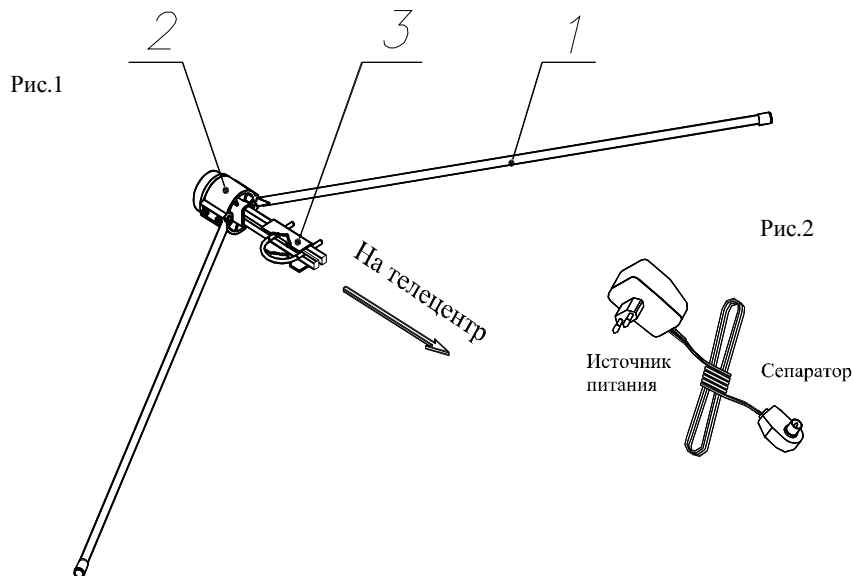

Рис.2
2.2. Антенна состоит из двух вибраторов (1), служащих для приема волн метрового диапазона, закрепленных на монтажной коробке (2). В монтажной коробке установлена плата согласования или усилитель (в зависимости от модели антенны). Для установки и ориентации антенны на мачте имеется узел крепления 3. Антенна L108.00 укомплектована источником питания с сепаратором (рис. 2). Изготовитель оставляет за собой право вносить конструктивные изменения в антенну, не ухудшающие качество приема.